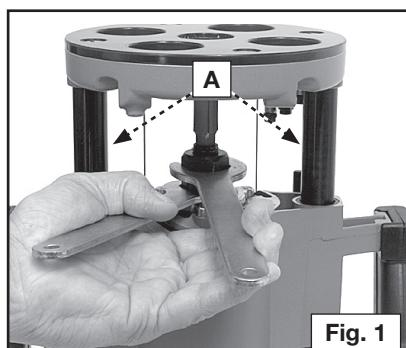

Fig. 1
1. Invierta el ráuter boca abajo sobre la tapa del motor (vea la Fig. 1).
3. Coloque una llave en los planos del portabroca y la otra en la tuerca de boquilla (vea la Fig. 1). Apriete bien.
**PRECAUCIÓN** No deje que las llaves toquen las columnas (A) Fig. 1, porque las pueden dañar y limitar la acción vertical.